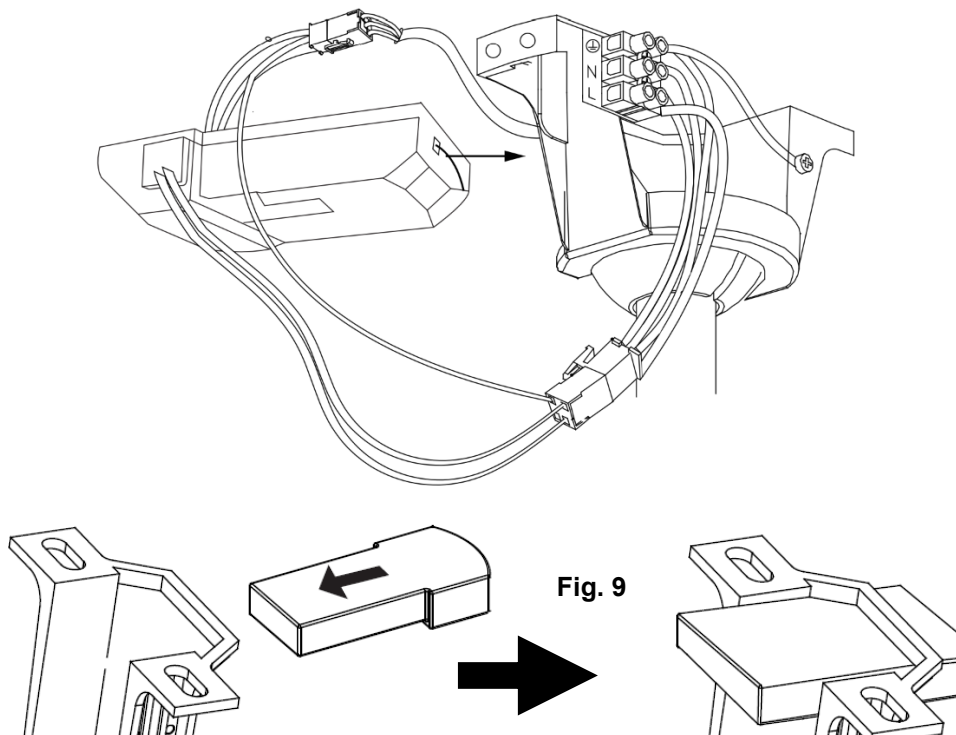

Fig. 9
- Insérez avec précaution le récepteur de la télécommande au-dessus de la boule de suspension dans l'espace restant du support de montage. Veillez à ne pas endommager ou desserrer le câblage. (Fig. 9).